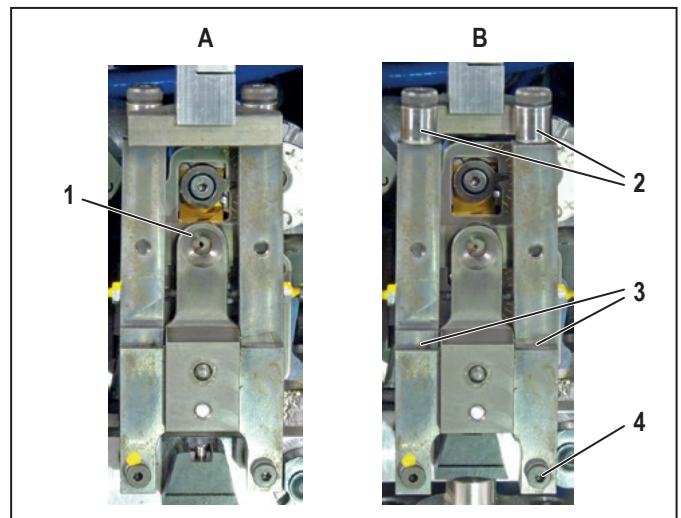

Figura 7.4 Unidade de fixação do fio entrançado na posição de operação (A) e puxada para a frente (B)
- Puxar a unidade de fixação do fio entrançado para a frente (Figura 7.4 , B).
- Verificar se os rolos (2) se conseguem movimentar livremente. Se for necessário, lubrificar os pontos de rotação dos rolos.
- Lubrificar com óleo os pontos de rotação (3) da unidade de fixação do fio entrançado.
- Certificar-se de que a unidade de fixação do fio entrançado está na posição frontal (Figura 7.4, B).
- Retirar o parafuso direito inferior da unidade de fixação do fio entrançado (Figura 7.4, 4).